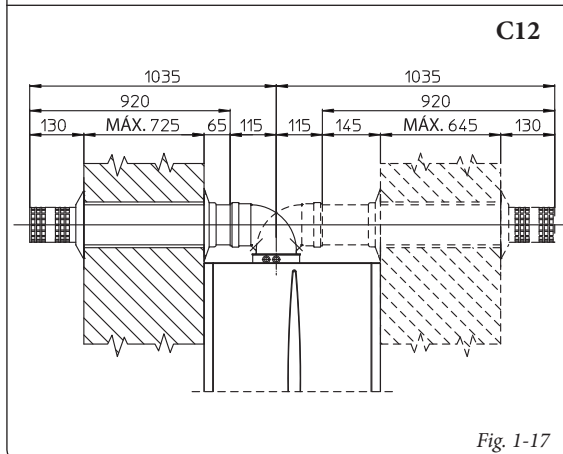

Fig. 1-17
• Aplicação com saída lateral (Fig. 1-17). Utilizando somente o kit horizontal aspiração-descarga, sem as específicas extensões, permite atravessar uma parede de espessura de 725 mm com a saída lateral à esquerda e 645 com a saída lateral direita.